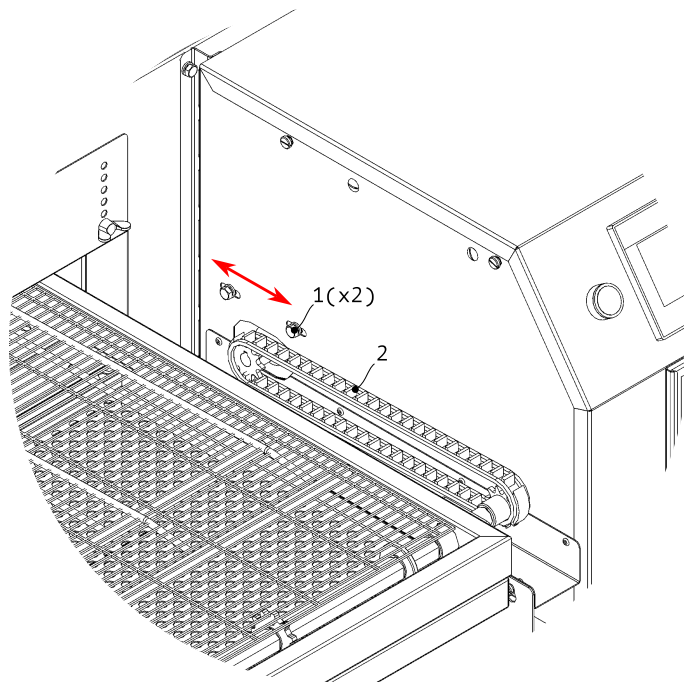

Рисунок 19
2. Ослабьте два болта крепления двигателя (1), см. Рис. 19.
3. Смещая двигатель добейтесь нужного натяжения — цепь (2) должна быть свободной, но провис не должен превышать 2 мм.